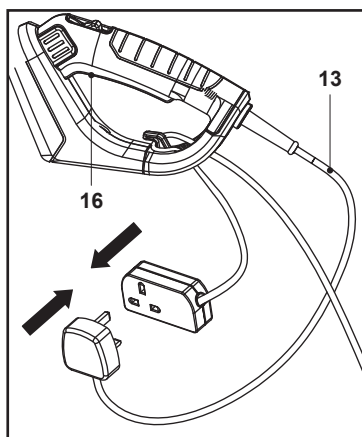

Fig.4
3. Brancher le cordon d'alimentation (13) à la prise de la rallonge (Fig. 4).